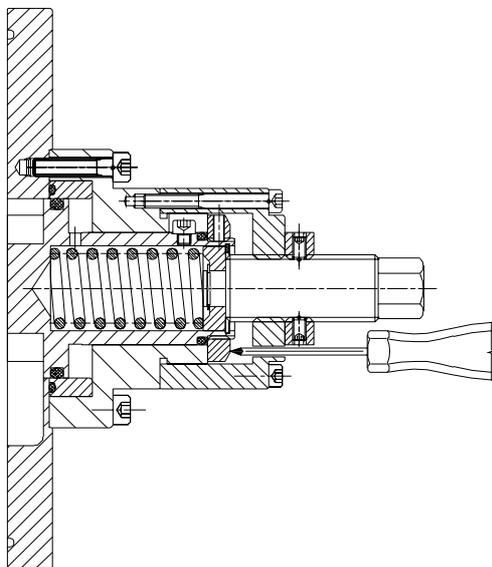
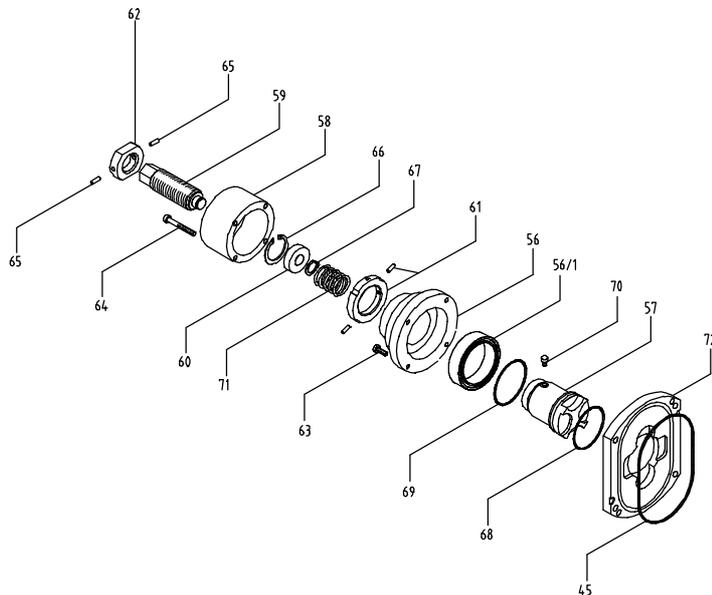

Abb.3.1
Abb.3.2 Sicherheitsventil und manuelles Überströmventil
3.6.2 - Einstellung des internen Sicherheitsventils Abb. 3.2
- 2 - Die Einstellschraube (59) durch allmähliches Ausüben von Spannung auf die Feder anziehen, dabei sicherstellen, dass der Druck an der Auslassöffnung der Pumpe den maximal zulässigen Druck nicht überschreitet.
- 3 - Durch Bedienung der Einstellschraube und Vergleich mit einer Probe (siehe Abb. 3.1) den kritischen Öffnungspunkt des Ventils beim gewünschten Druck ausfindig machen.
- 5 - Die Einstellhalterung (62) positionieren und mit der Spezialschraube (65) sichern.